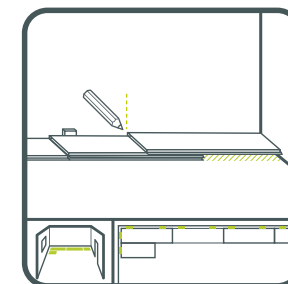

рис. 6
- › начертить карандашом линию на второй планке (см. рис. 6). Отрезать планку по прочерченной линии и уложить, для завершения ряда (рекомендуемая длина планки не менее 30 см).